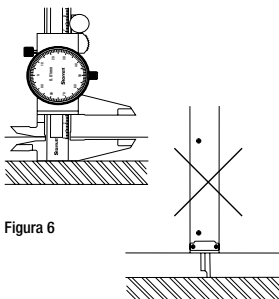

Figura 6
- **Medida de ressalto:** abra as garras em uma largura levemente maior do que a largura do ressalto, coloque a face de traçado contra o fundo do ressalto. Mova a face de referência do traçado (11) no sentido da superfície da peça (Figura 6).